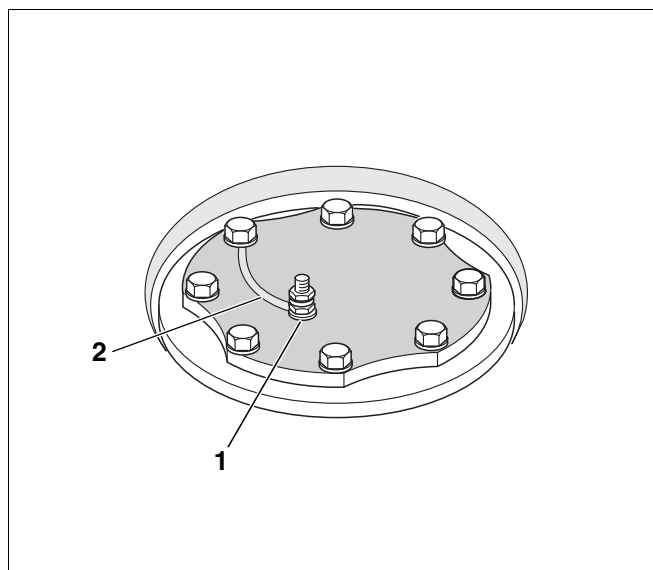

Fig. 16 Montage de l'anode au magnésium (schéma de principe)
- Mettre en place l'anneau du câble de mise à la terre et serrer les vis à tête hexagonale (fig. 16).